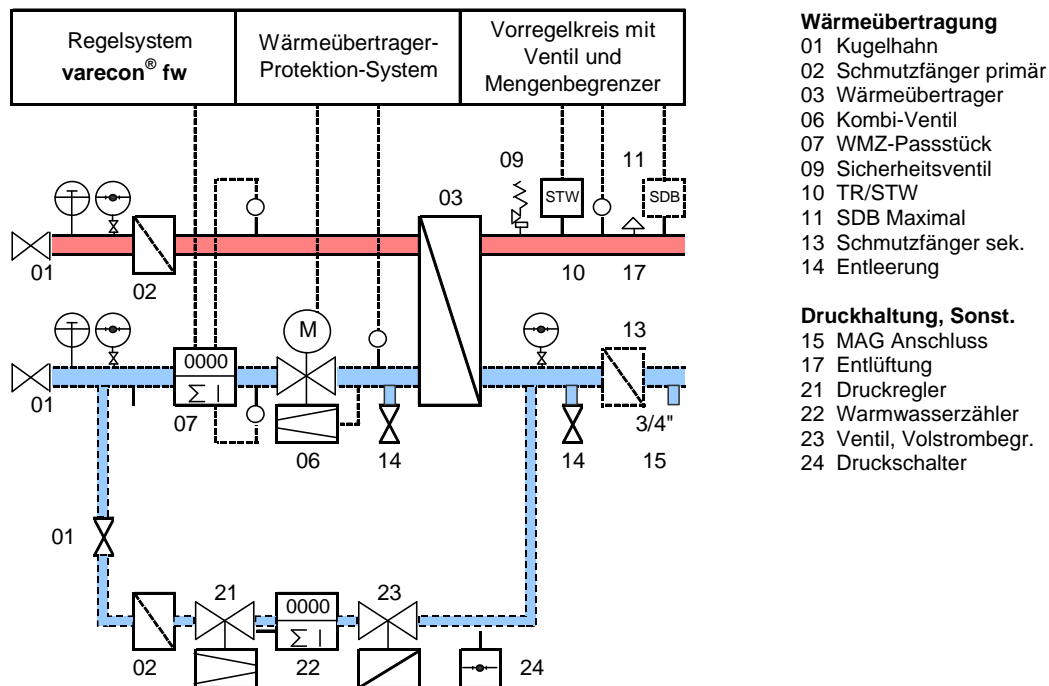

Bild 3 Einspeisung mit VL-Temperaturregler über Kombi-Ventil, Automatische Nachspeisung
2.1. Regelung der sekundären Vorlauftemperatur (Bild 3)